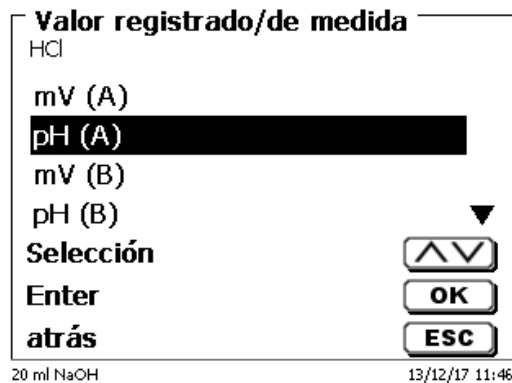

Fig. 121
Sin embargo la velocidad de medición y el fin de la titulación varían según el modo de titulación. El «**valor registrado**» se selecciona de primero. En el ejemplo se selecciona «**pH (A)**» (Fig. 121).